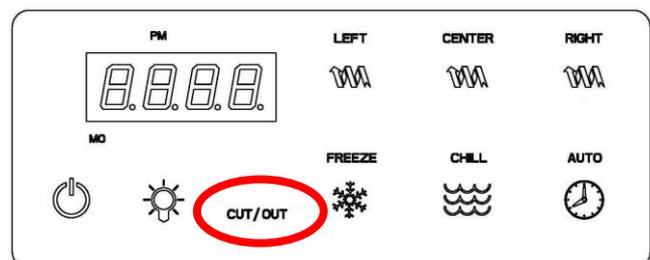

Fig. 23
Lorsque la température interne de la machine atteint la valeur limite fixée par le fabricant, le message "**CUT/OUT**" (fig.23) apparaît sur l'écran et le fonctionnement du système de réfrigération est inhibé dans le but de ne pas endommager le compresseur.
- Lorsque cela a lieu, l'écran affiche le message "**CUT/OUT**" (fig.23).